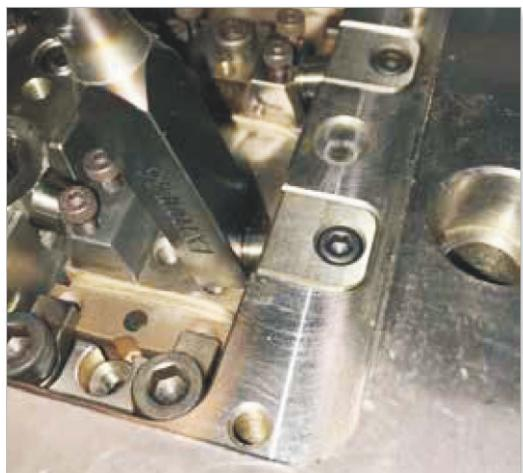

图19-30 拆除浇口装置
- 将起拔工具或钳子插入连接套的凹槽中，然后轻轻地将连接套从型腔中拧出。请参阅以下内容或图19-30。